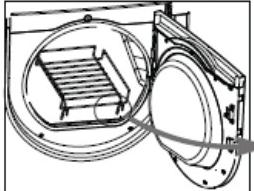

Fig.3
5. Placez la grille de séchage de sorte que les crochets soient insérés à l'avant et se verrouillent en place. (Fig.3)